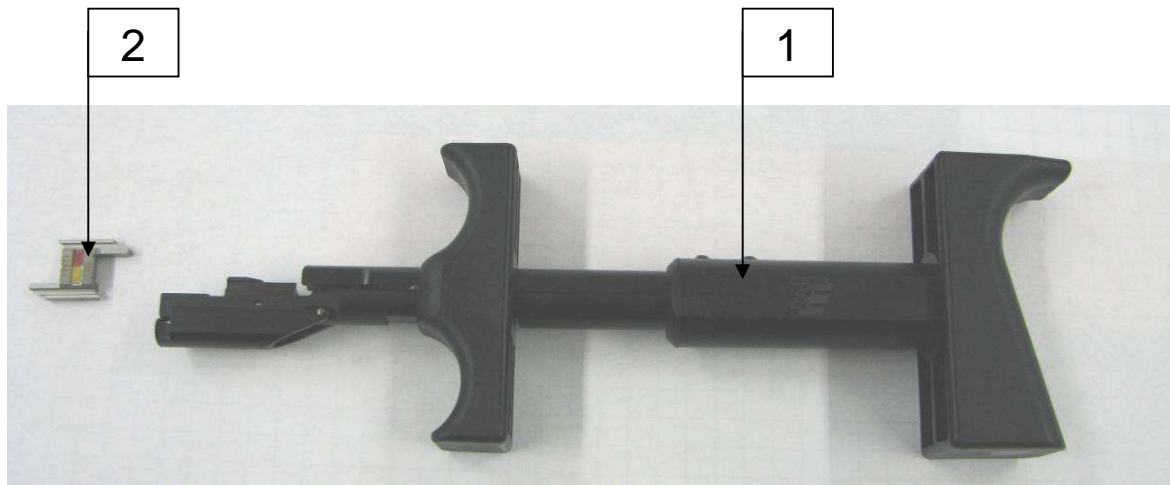

Abbildung 1
Das Termi-Point Servicewerkzeug (Abb.1) setzt sich aus einem Basiswerkzeug (1) und einem Abisoliereinsatz/Mandrel (2) zusammen.